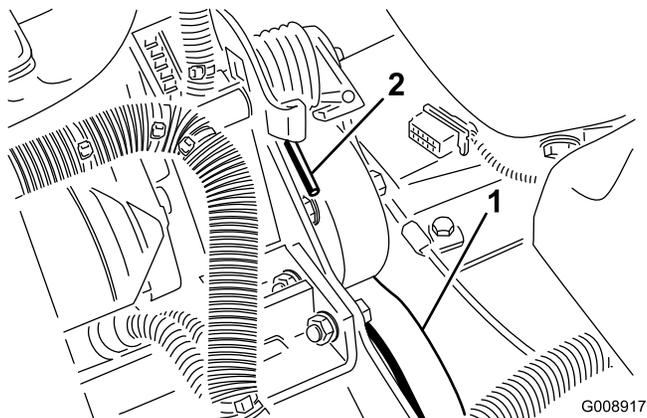

Figure 54
2. Appuyez sur l'extrémité du ressort (Figure 54) et poussez-la vers l'avant pour décrocher le ressort du support et le détendre.